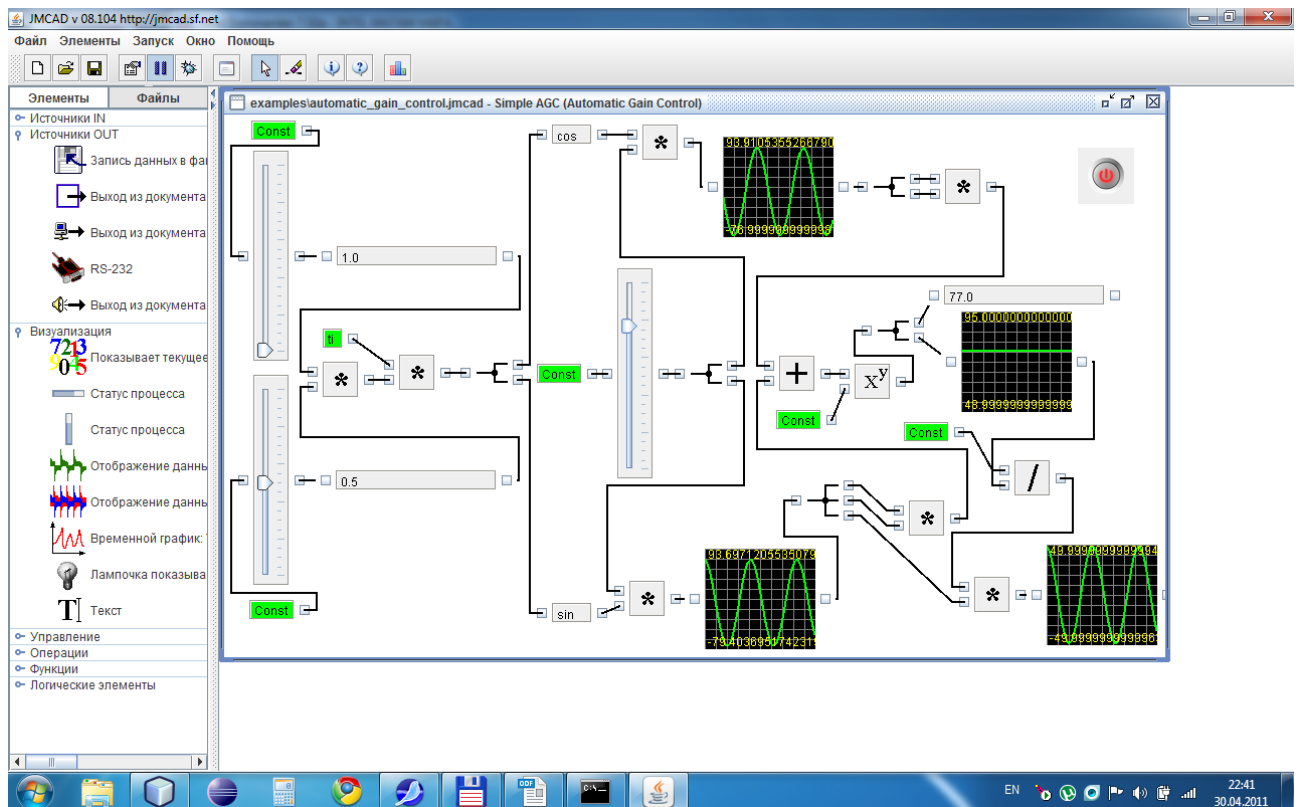
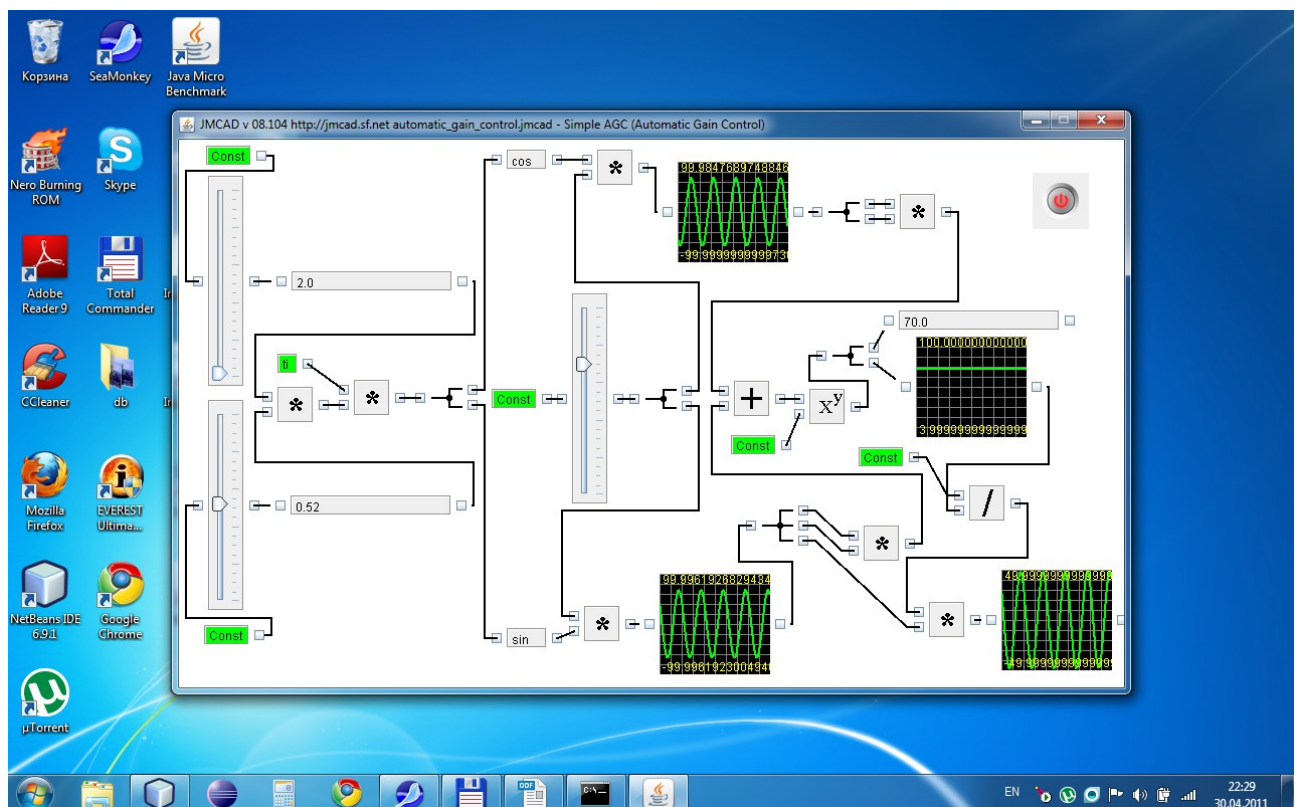

Рис. 3.1
Рис. 3.2
**JMCAD** – основний блок для створення і редагування моделей (рис. 3.1). Також можливий варіант його використання для запуску моделі в режимі роботи (рис. 3.2). Запуск моделі в режимі роботи проводиться через командний рядок за допомогою параметра **-single**.
**JMCADRTS** - блок для запуска модели в режиме работы (рис. 3.2). Запуск модели в режиме работы проводится через командный рядок.
Також можливий варіант його використання для запуску моделі в режимі роботи (рис. 3.2). Запуск моделі в режимі роботи проводиться через командний рядок за допомогою параметра **-single**. Командний рядок для запуску моделі в режимі роботи виглядає наступним чином: